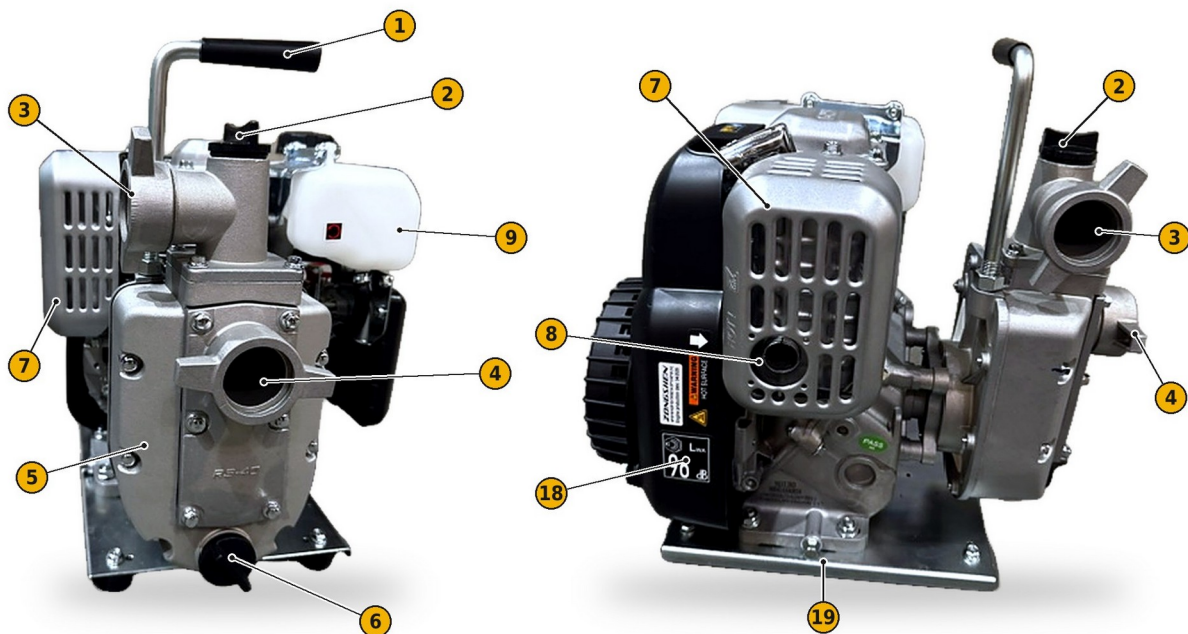

FIG. 5 — AY-40 KT: vista frontal y lado del silenciador
- 2) AY-40 KT: retire el tapón de cebado (FIG. 5, nº 2), llene por completo el cuerpo de bomba con agua limpia y vuelva a colocar el tapón con su junta, apretándolo firmemente para que no entre aire.